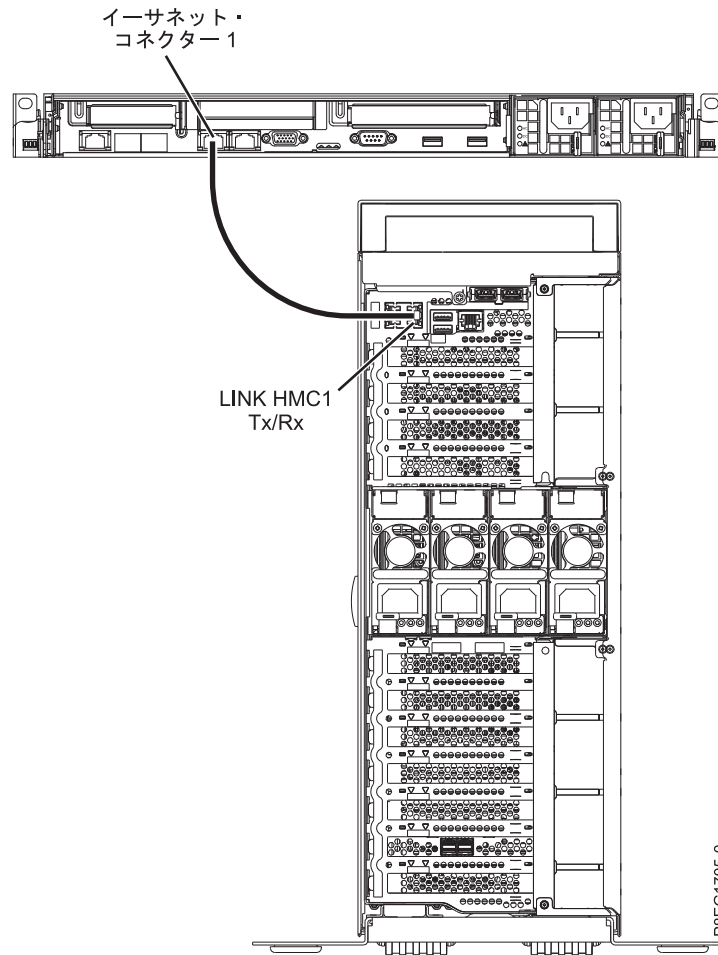

図 13. 管理対象システムへの HMC の取り付け
1. HMC を管理対象システムに直接接続する場合は、HMC のイーサネット・コネクタ 1 を管理対象システムの HMC1 ポートに接続します。29 ページの図 13を参照してください。